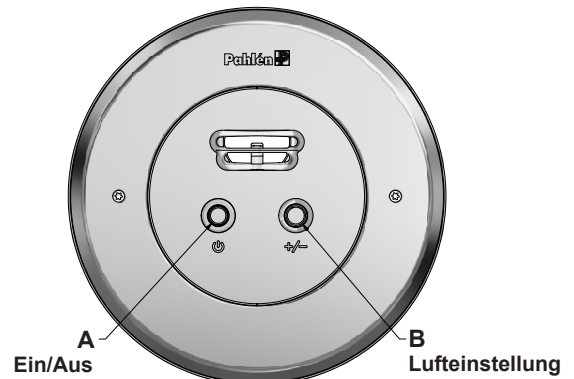

Bild 2. Front (Classic)
1. Starten Sie den Strahlstrom mit dem Drucktaster (A Bild 2).
2. Die Luftbeimischung kann mit dem Drehregler (B) eingestellt werden.
3. Schalten Sie den Strahlstrom mit dem Drucktaster (A Bild 2) aus.